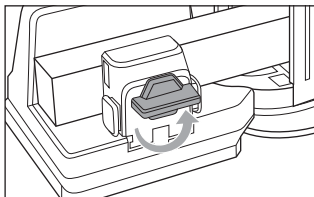

Fig. 8
- ◆ Rode o botão de fixação ❸ no sentido contrário ao dos ponteiros do relógio, para soltar a peça de madeira (ver fig. 8).